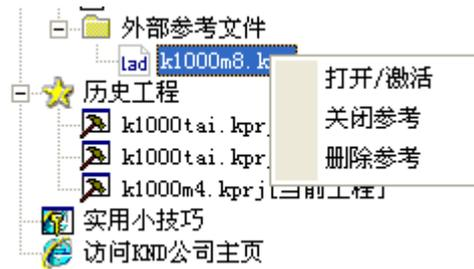

图 4.33 参考“梯图文件”的右键菜单
3、导入的参考文件将作为“外部参考文件”项目的子项目存在，右键单击参考列表中的梯图文件，会弹出如图 4.33 所示的右键菜单。通过该菜单可以对该参考文件进行打开、激活、关闭或删除操作。